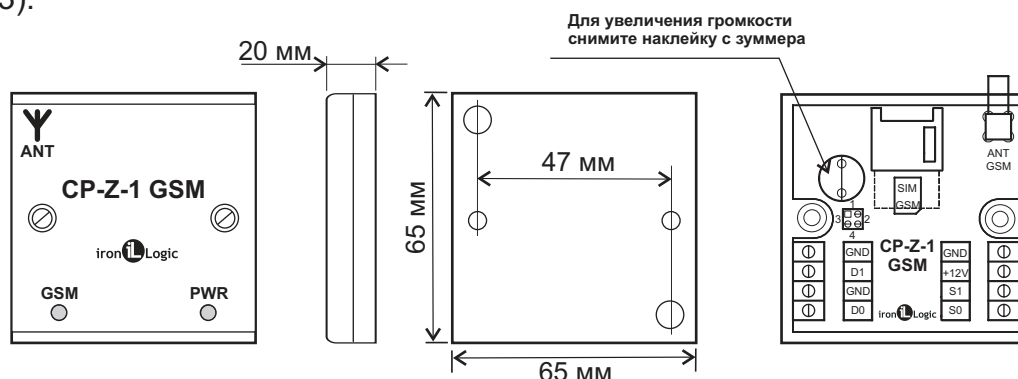

Рис.1 Габариты изделия.
1. Разметьте и просверлите отверстия для крепления под размер отверстий считывателя (см. рис.1).